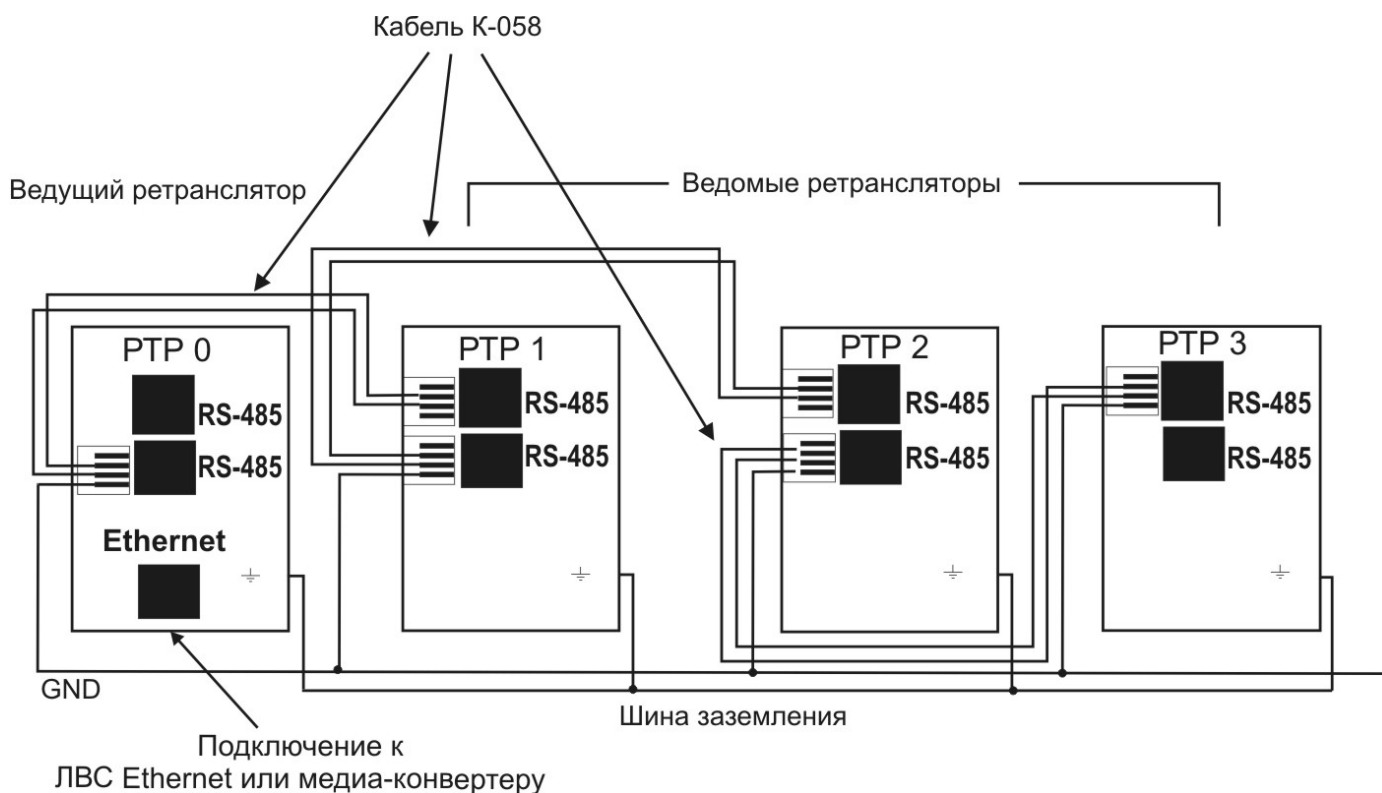

Рисунок 11 – Подключение группы ретрансляторов к ведущему
При установке канала связи Ethernet или через модем xDSL, подключение ведомых ретрансляторов производится последовательной цепочкой от ведущего к ведомым через разъемы «RS-485». При этом необходимо извлечь микросхему DD7 из кроватки на плате КЦР-01 ведомых ретрансляторов (см. рис. 6). Соединение ретрансляторов производится кабелем К-058 (см. рис. 11).
- **Версия программы модуля:** PRT для ретранслятора Приток-А-01 (см. рис. 11);